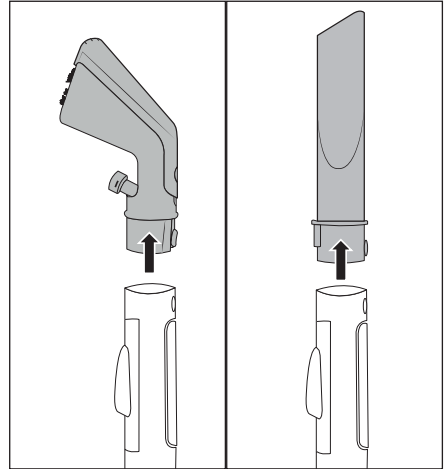

Afb. 7
- ♦ Pak het vuilwaterreservoir **7** vast aan de handgreep van het deksel **3** en trek het naar boven toe uit het apparaat (zie afb. 7).
- ◆ Trek de beide bevestigingslipjes iets naar buiten en neem het deksel **3** af (zie afb. 7).